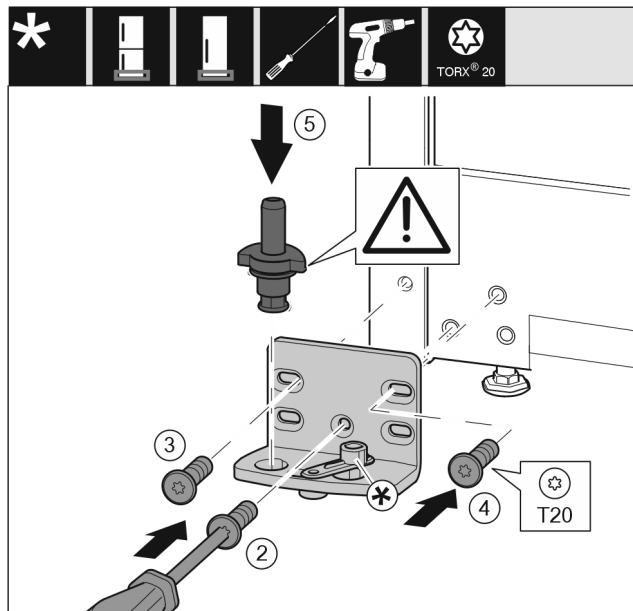

Fig. 17
- ▶ Postavite podložak ležaja na drugu stranu i pritegnite ga odvijačem. Započnite s vijkom Fig. 17 (2) dolje u sredini.
- ▶ Pritegnite vijak Fig. 17 (3) i vijak Fig. 17 (4).
- ▶ Potpuno umetnite podložak ležaja Fig. 17 (5). Pritom se pobrinite za to da je uskočna izbočina okrenuto prema natrag.